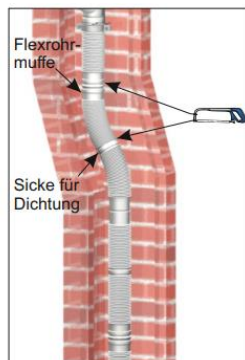

Bild 6
3. Kürzen Sie das flexible Rohr an der nächsten unter dem Schachtende befindlichen Muffe oder Dichtungssicke (Bild 6). Dabei muss die Muffe oder Dichtungssicke am Schornsteinkopf bzw. maximal 10 cm darunter enden. Dazu das Rohr noch einmal ein Stück aus dem Schacht ziehen.
1. Trennen Sie das Flexrohr an einer Muffe oder Dichtungssicke (Bild 6) und legen in die untere Muffe eine Dichtung ein.